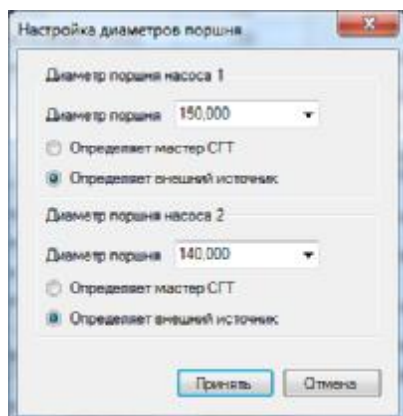

Рисунок 22. Окно «Настройка диаметров поршня»
**Кнопка «Диаметр поршня».** Эта кнопка выводит на экран компьютера окно «Настройка диаметров поршня» (смотри рисунок 22). Это окно позволяет указать способ задания каждого из двух диаметров поршней насоса. Этот диаметр может передаваться в систему извне (например, из АСУ Буровой Установки), что соответствует выбору «Определяет внешний источник». Этот же диаметр может быть выбран вручную из списка диаметров поршня, что соответствует выбору «Определяет мастер СГТ». Выбор между ручной настройкой и внешним источником можно сделать мышкой. Таблица диаметров поршня определяется кнопкой «**Таблица идеальных расходов по ходам насоса АСУ**» (смотри выше, рисунки 18, 19). После настройки диаметров необходимо нажать кнопку «Принять».